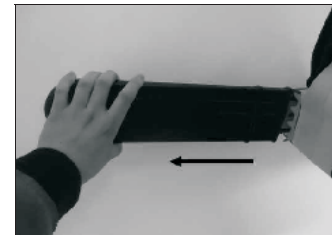

Fig.4A
6.1 REMOVE THE BLADE GUARD BEFORE OPERATION. (FIG.4A/B)